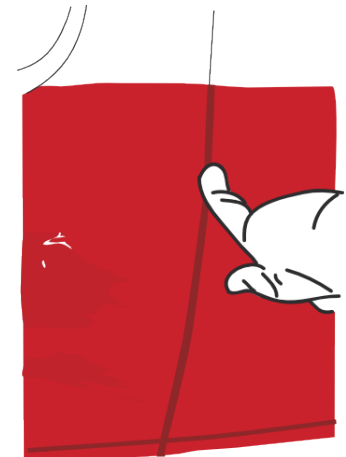

Abbildung 32
- › Kennzeichnen Sie die Umrisse des Teilbereichs manuell (tragen Sie dabei einen Handschuh). (Abb. 32)